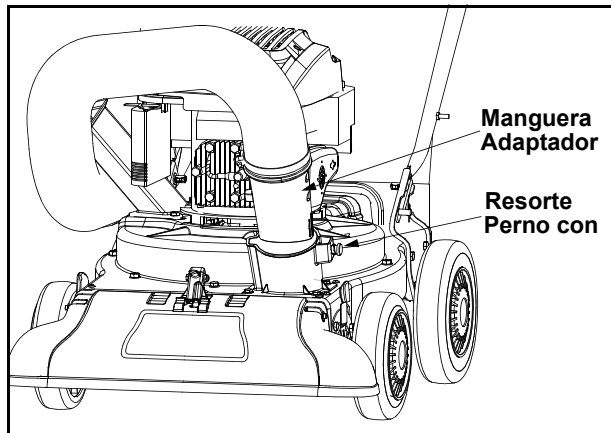

Figura 4
- Deslice el adaptador para manguera del montaje de la misma hacia el interior del adaptador base ubicado a la izquierda y al frente de la aspiradora para patios. Ver Figura 4.
- Conecte la manija de la manguera ubicada cerca del extremo con pico de la misma al soporte lateral de la manija superior. Consulte Figura 4.
- Saque la bolsa del borde de la abertura de descarga. Consulte Figura 4.